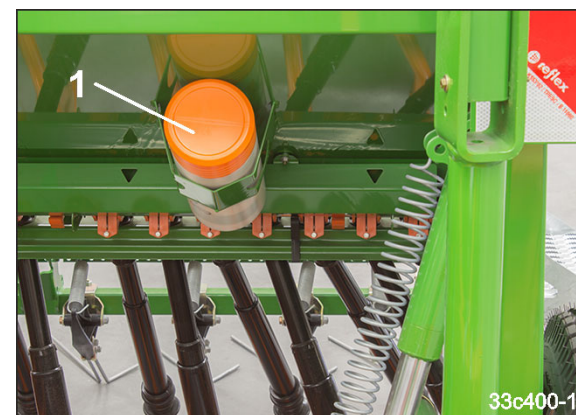

Fig. 191
5. Die Knarre in die Kartusche (Fig. 191/1) stecken.